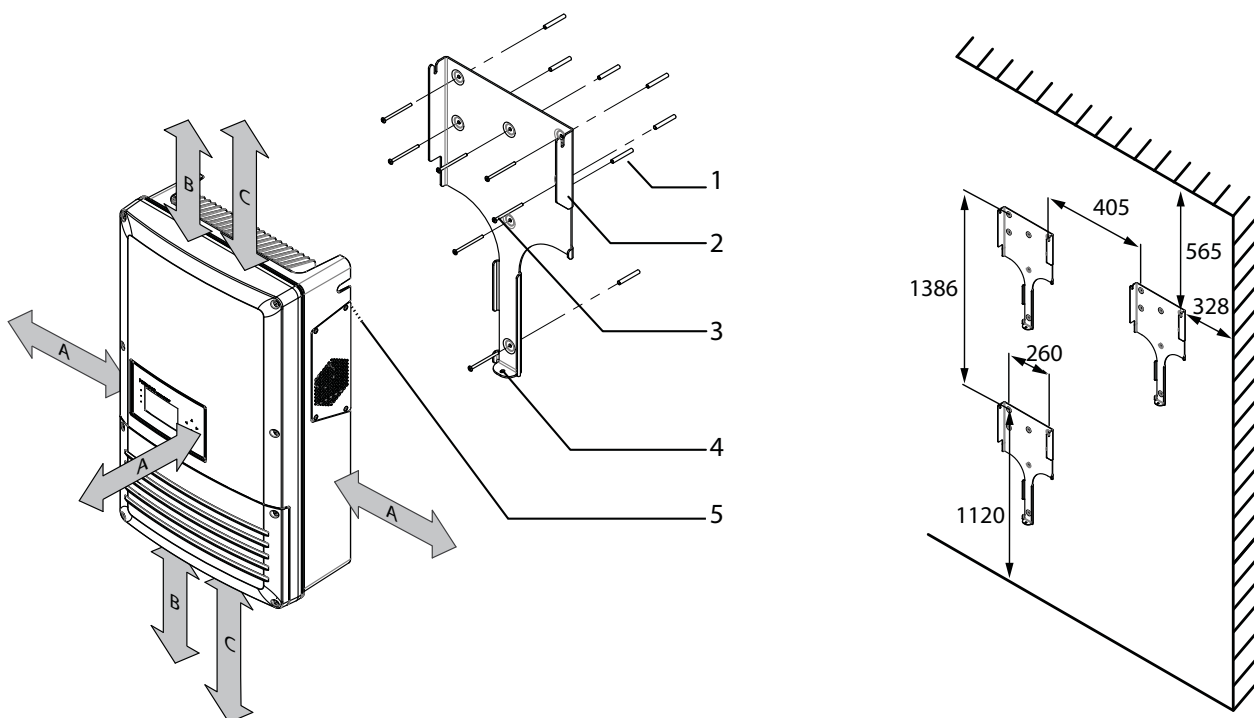

Bild 5: Mindestabstände/Montageplatte
- Mindestabstände bei der Montage: siehe Bild 5 auf Seite 14.